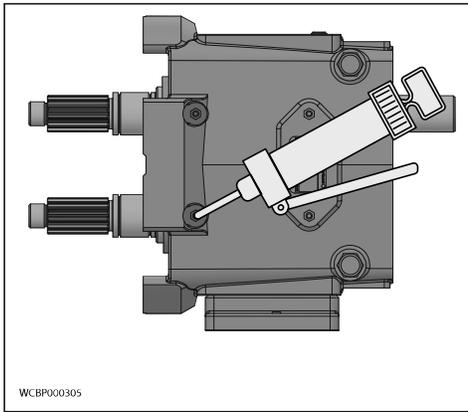

Ilustración 87 - Instalar el retenedor del rodamiento
17. Lubrique los labios de cierre (14) e instale los retenes de grasa (14) en los retenes del rodamiento 32() (muelle de compresión en el interior).
18. Recubra las bridas de las fijaciones con sellador de silicona (Ilustración 87, elemento A). (Puede utilizar cinta selladora Gore-Tex® en modelos sin silicona). La junta para grasa (elemento 14) se enjuagará con el frente de las fijaciones del rodamiento. En modelos 030, la junta para grasa se encontrará contra el peldaño dentro del diámetro de las fijaciones.
19. Instale las fijaciones del rodamiento (Ilustración 87, elemento 32).